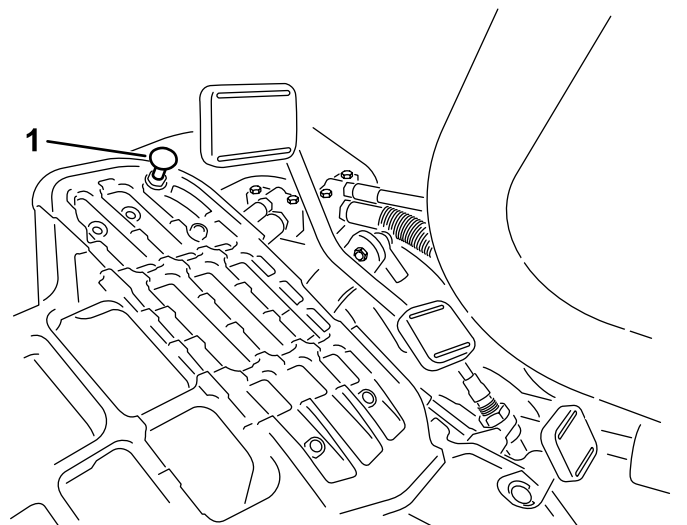

図 45
モードレバーを移動走行位置にセットし、ペダルを一杯に踏み込めば最高速度となります。ケーブルに張力が掛かる前にペダルがストップ 図 45に当たる場合には調整が必要です。
1. モードレバーを移動走行位置にセットし、ペダルストップを固定しているロックナットをゆるめる 図 45。